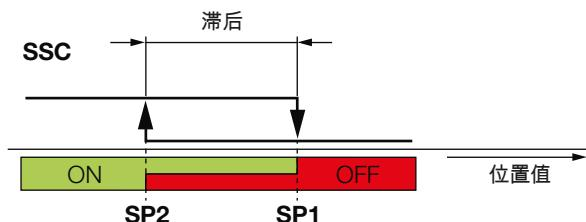

图 6-3: 两点模式中存在识别的示例
- 两点模式 (two-points mode, 图 6-3) : 值 : 3